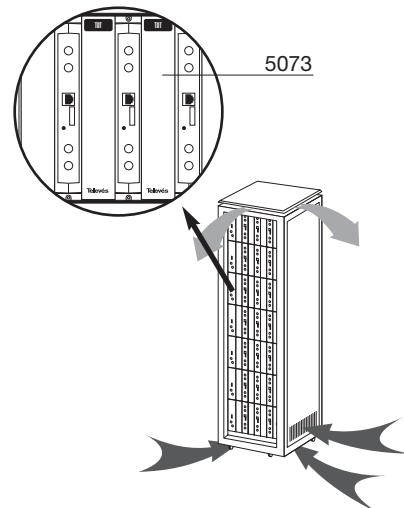

fig. 39
Para el montaje de las unidades en en rack con ventilación es obligatorio el montaje de carátulas ciegas ref. 5073 entre los módulos para permitir una correcta ventilación del conjunto, fig. 39.